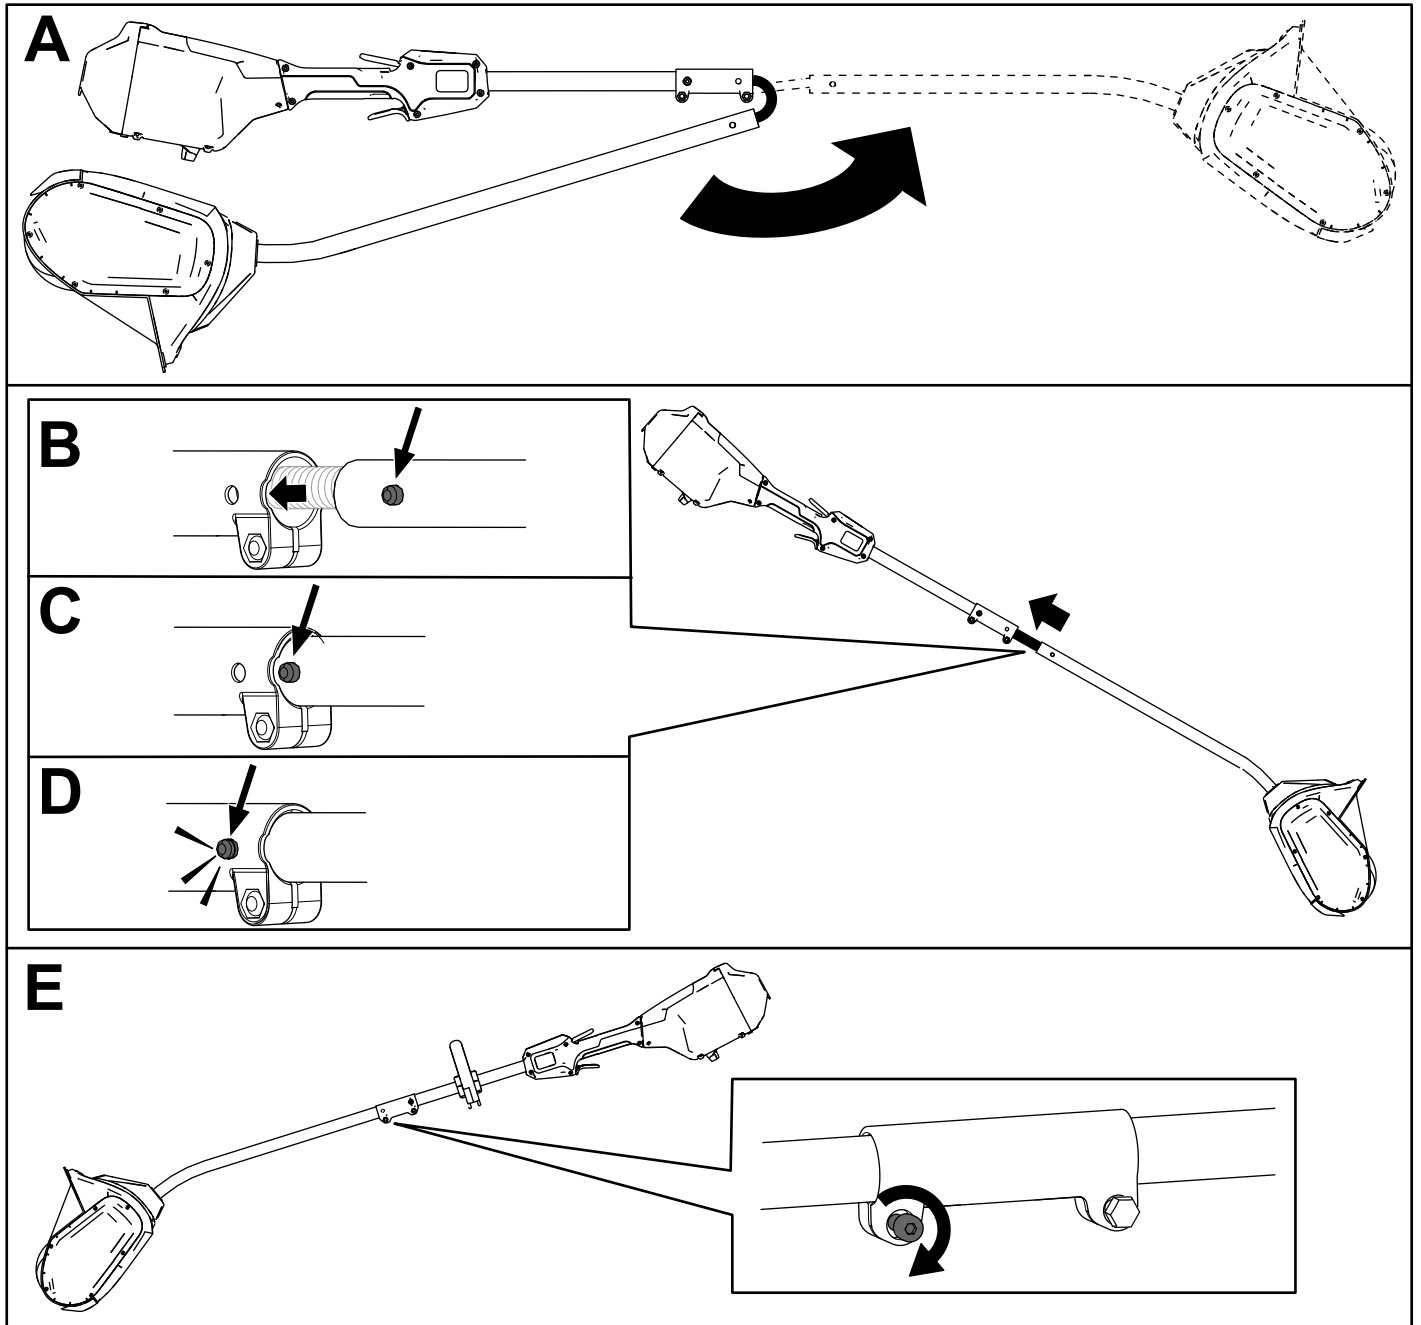

Figure 6
1. Dépliez le manche (A de la Figure 6).
2. Placez le bouton de verrouillage situé sur la moitié inférieure du manche en face du trou situé sur la moitié supérieure, et emboîtez-les 2 moitiés ensemble (B et C de la Figure 6).
**Remarque:** Le bouton de verrouillage s'enclenche dans le trou quand les deux moitiés du manche sont correctement emboîtées (D de la Figure 6).
3. À l'aide de la clé Allen fournie, serrez la vis sur le connecteur du manche jusqu'à ce qu'il soit bien fixé (E de la Figure 6).